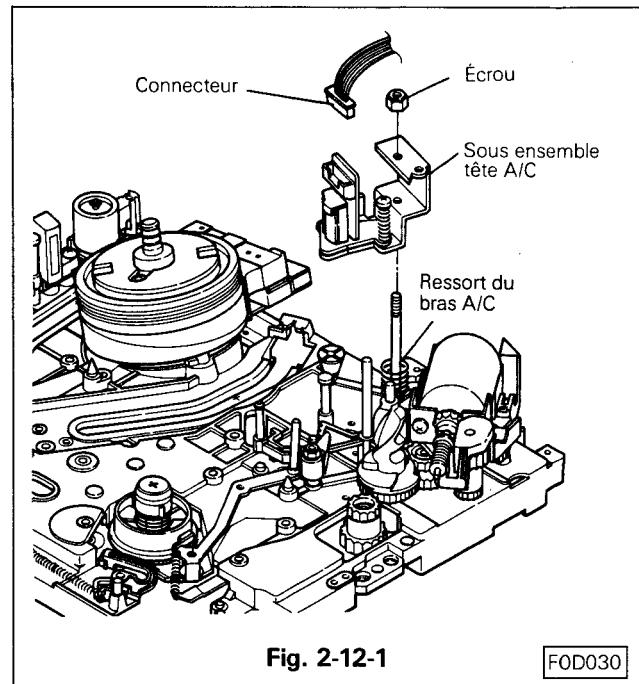

Fig. 2-12-1
### 2-12-1 DEMONTAGE (Voir Fig. 2-12-1 et 2-12-2)
### 2-12-2 REMONTAGE (Voir Fig. 2-12-1 à 2-12-3)
- C. Remettre le sous-ensemble A/C sur son axe tout en tournant le ressort A/C de bras de 60° dans le sens contraire des aiguilles d'une montre. (Voir Fig. 2-12-1)
- D. Resserrer l'écrou de fixation du sous-ensemble A/C de manière à ce que la base soit environ à 7mm au-dessus de la platine mécanique. (Voir Fig. 2-12-1)